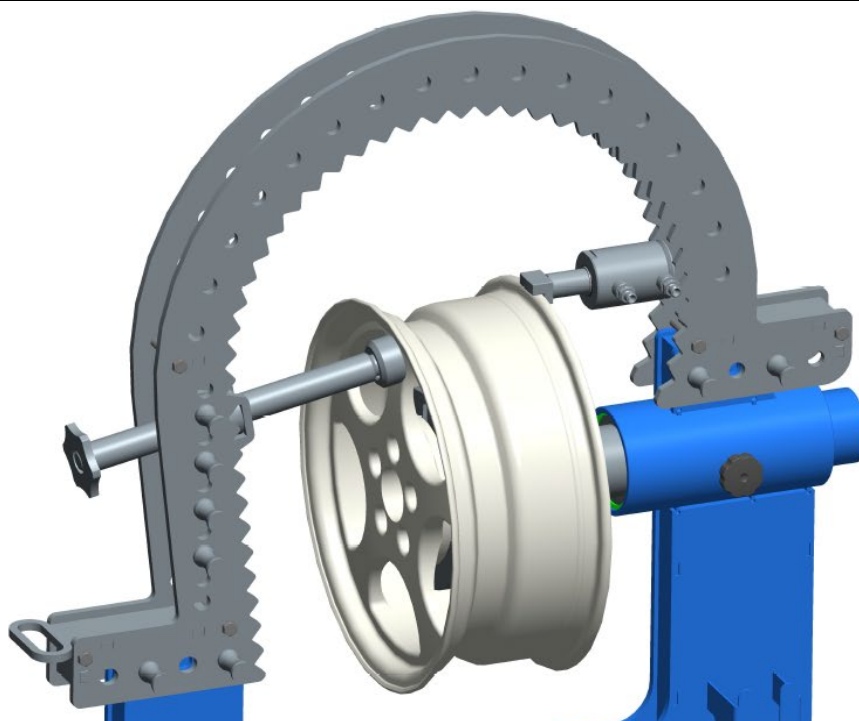

Рисунок 7.5 - Поджим упором во время правки
7.5 Для более жесткой фиксации диска во время правки, его можно поджать упором, с противоположной стороны. Упор можно закрепить в любом месте моста (рисунок 7.5).